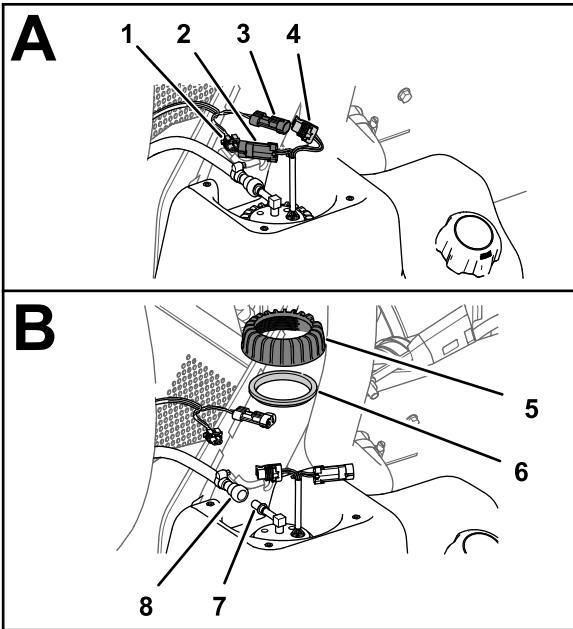

Bild 86
1. Trennen Sie die 2-polige Buchse des Maschinenkabelbaums vom 2-poligen Stecker der Kraftstoffpumpe/Zuführeinheit; trennen Sie den 2-poligen Stecker des Maschinenkabelbaums von der 2-poligen Buchse der Kraftstoffpumpe/Zuführeinheit (Bild 86).
2. Schieben Sie die Verriegelungshülse der Kraftstoffschlauchkupplung vom Anschlussstück der Kraftstoffpumpe/Zuführeinheit weg und ziehen Sie die Kupplung und den Schlauch vom Anschlussstück ab (Bild 86).
3. Drehen Sie die Mutter der Kraftstoffpumpe/Zuführeinheit gegen den Uhrzeigersinn und entfernen Sie die Mutter und die Dichtung (Bild 86)